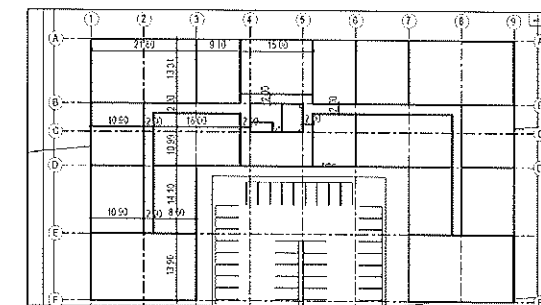

Figura A.67 – Pavimento tipo.
- Nesta etapa, vamos fazer as divisões com paredes no pavimento tipo e copiá-lo para os outros quatro pavimentos do edifício. Ele será dividido em áreas para escritórios, como na Figura A.67. Ative a vista do **Pav Tipo**; depois, com as paredes do tipo **Tijolo 20**, **Restrição da base no Pav Tipo** e **Restrição de topo no Pav 2**, desenhe-as alinhadas pelo eixo. Veja as medidas nas Figuras A.68 e A.69.